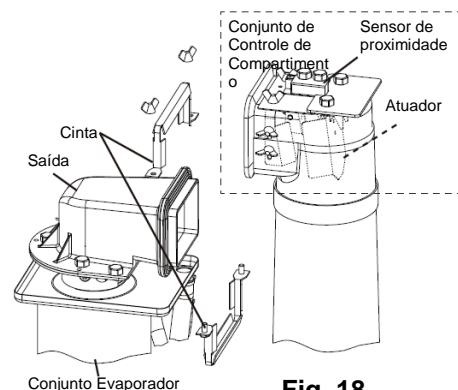

Fig. 18
- c) Remova a correia de conectar a bica para montagem da calha. Consulte a Fig. 18. Puxe o conjunto calha um pouco para que você possa acessar o atuador localizado no topo da rampa.